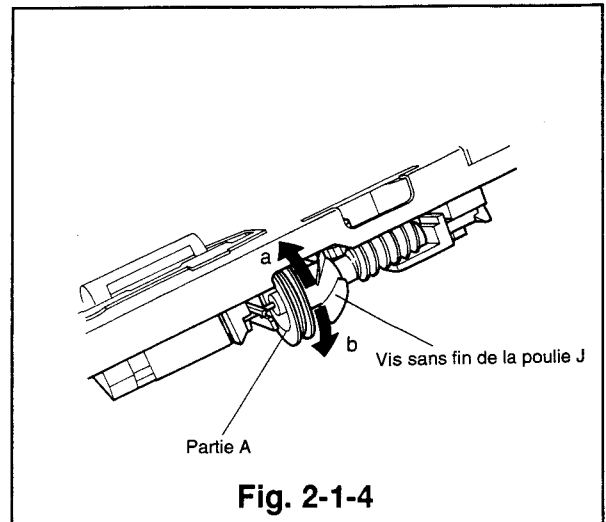

Fig. 2-1-4
- 2) Si la platine n'est pas entièrement en mode éjection, tourner la partie A de la vis sans fin de la poulie J à la main pour entrer en mode éjection. (Voir Fig. 2-1-4)